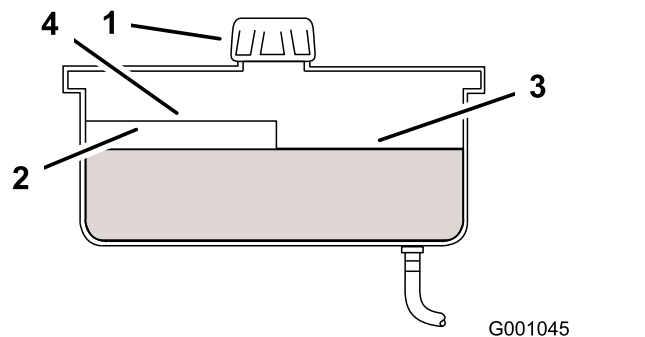

Рисунок 46
4. Очистите зону вокруг крышки и заливной горловины гидравлического бака (Рисунок 46).
5. Снимите крышку с заливной горловины и проверьте уровень гидравлической жидкости в баке (Рисунок 46).
- Примечание:** Когда жидкость теплая, ее уровень должен доходить до отметки горячей рабочей жидкости на перегородке (Рисунок 46).